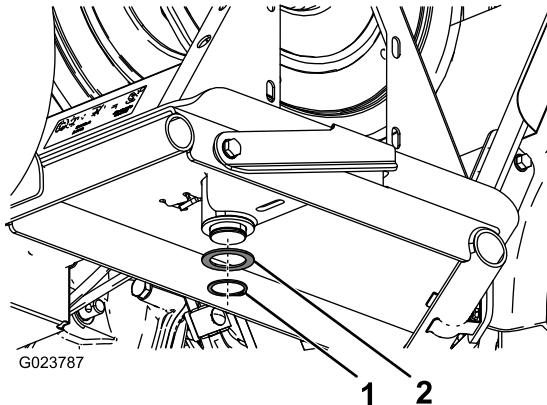

Figura 7
4. En la parte inferior del bastidor del carrete de la manguera, coloque la arandela de empuje y la anilla a presión en la columna del soporte giratorio (Figura 7).